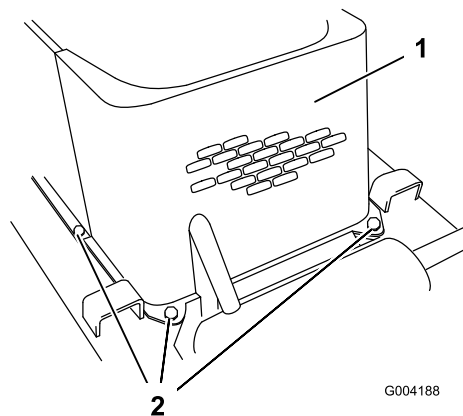

Figura 30
5. Retire los 4 pernos que sujetan la rejilla delantera al bastidor de la unidad de tracción (Figura 30).